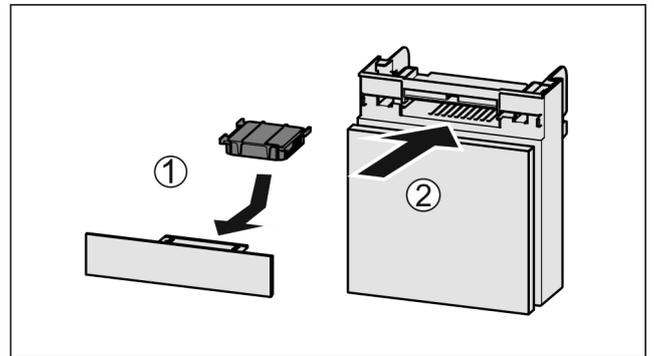

Fig. 44
- Inserire il vano Fig. 44 (2).